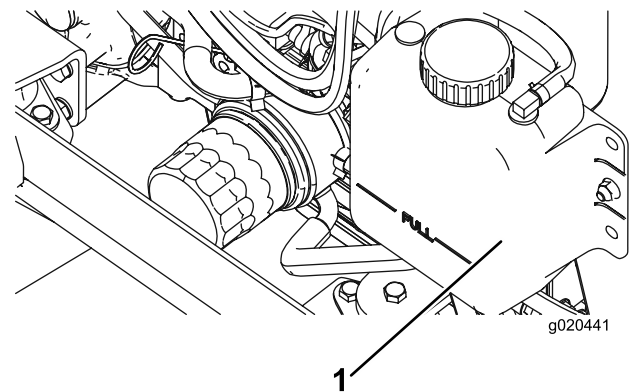

Figura 97
1. Togliete con cautela il tappo del radiatore e il tappo del serbatoio di espansione (Figura 97).